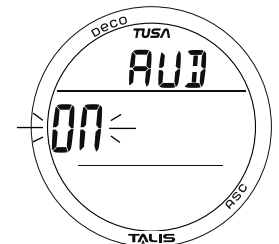

Abb. 31 - AKUSTISCHEN ALARM EINSTELLEN
**AKUSTISCHEN ALARM EINSTELLEN**, Informationen beinhalten (Abb. 31):